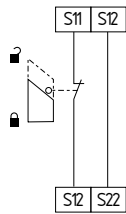

Fig. 12
**Circuito de monitorización de un resguardo de seguridad de un solo canal con dispositivo de seguridad con enclavamiento según EN ISO 14119 (véase fig. 12)**